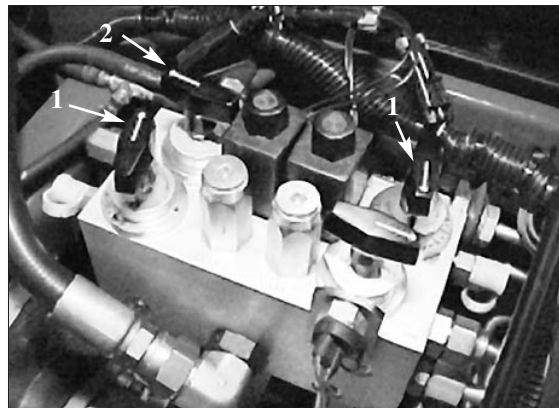

Fig. 56
3. Prendere nota della posizione delle manopole di selezione della velocità dei cilindri e di quelle di lappatura (Fig. 56). Girare in posizione di lappatura la manopola (o le manopole) di lappatura necessaria, e la manopola (o le manopole) di velocità dei cilindri necessaria in posizione "1".